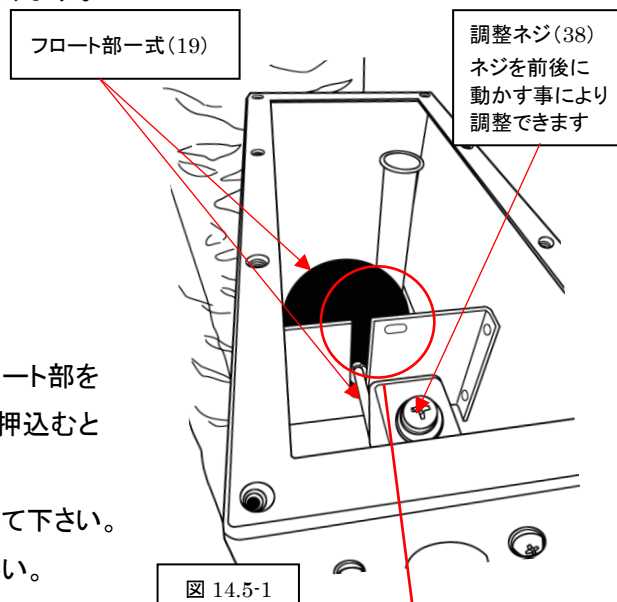

図 14.5-1
- ③ フロート部(19)を固定している調整ネジを緩め取外し、フロート部一式を取外します(図 14.5-1)。
- ④ 新しいフロート部一式を取付け、調整ネジで仮止めします。